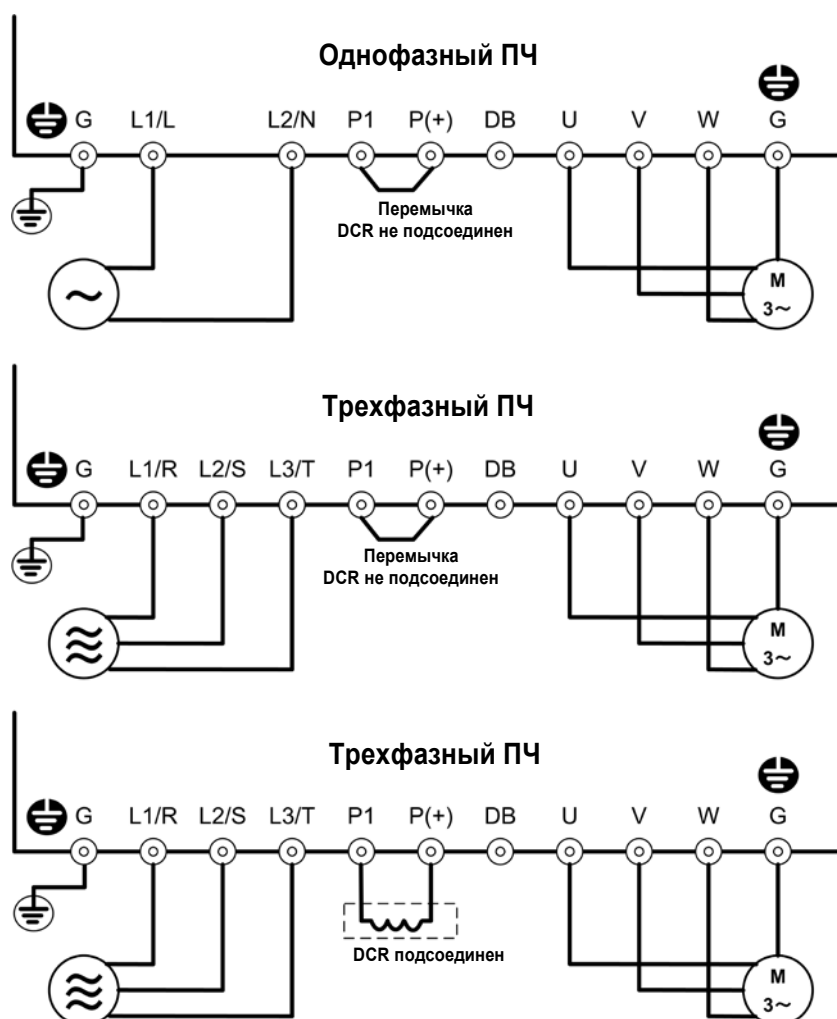

Рисунок 4.2-1 Подсоединение силовых контактов
- (1) Проверьте правильность кабельных соединений.
Прежде всего, проверьте кабельное подключение к входным (L1/R, L2/S, L3/T или L1/L, L2/N) и выходным (U, V и W) контактам ПЧ. Также убедитесь, что заземляющие провода правильно подсоединены к клеммам заземления (G). См. рисунок 4.2-1.